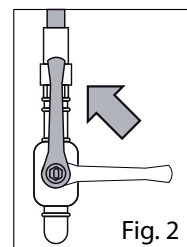

Fig. 2
- Abrir la llave de corte arriba del aparato (Fig. 2);
- Montar de nuevo el tornillo con la arandela de estanqueidad gas en el alojamiento correspondiente, abrir el grifo de corte antes del aparato (Fig. 2) y comprobar, tras encender el quemador, que no hay fugas de gas.
- Desmontar si necesario la bujía para que no se dañe durante la sustitución del inyector (Fig. 2).